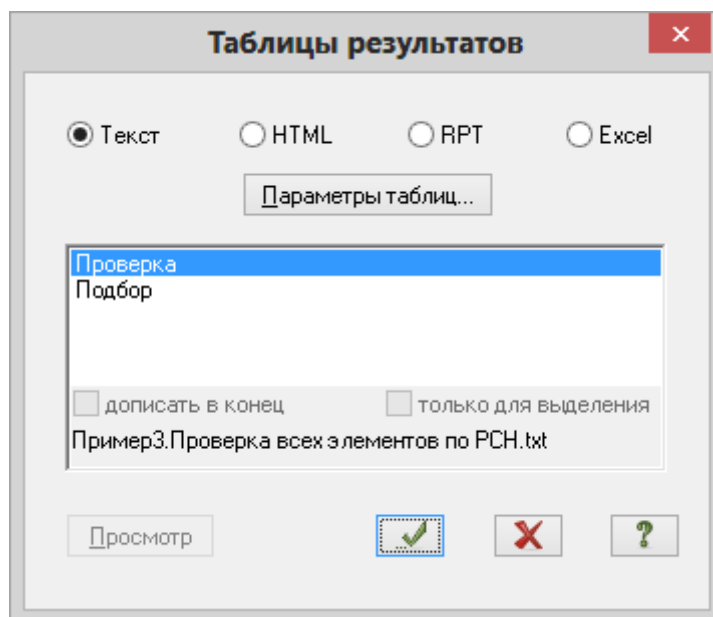

Рис.3.35. Диалоговое окно **Таблицы результатов**
- Вызовите диалоговое окно **Таблицы результатов** (рис.3.35), выбрав команду  – **Таблицы результатов для стали** в раскрывающемся списке **Документация** (панель **Таблицы** на вкладке **Конструирование**).